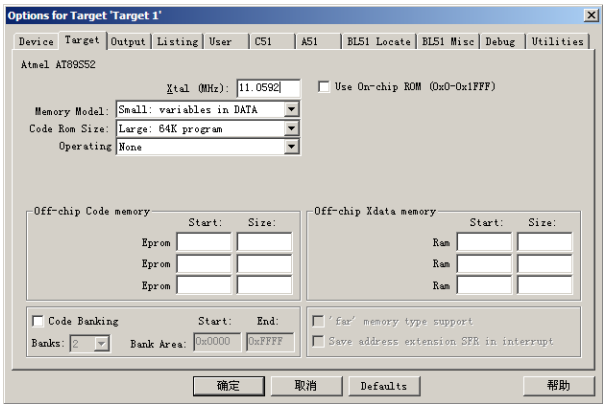

图 21-16 设置晶振频率
(1) 按照前面的方法，新建一个工程，并选择 Atmel 公司的 AT89S52 单片机。
(2) 选择“Project”→“Options for Target ‘Target 1’”命令，打开“Options for Target ‘Target 1’”对话框。在“Target”选项卡中的“Xtal (MHz)”文本框中输入 11.0592，表示该单片机外接 11.0592MHz 的晶振作为振荡器。如图 21-16 所示。